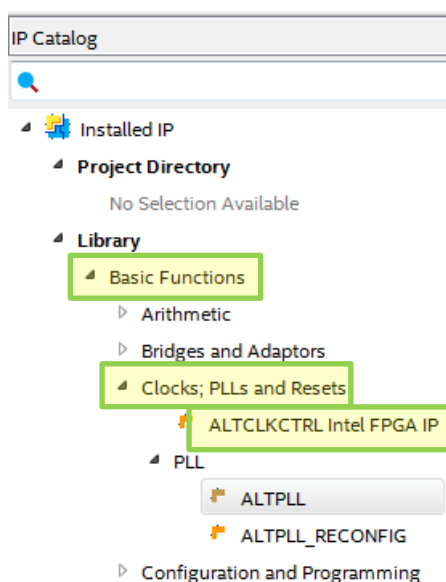

Рис. 26 Окно IP Catalog
- 6.10. В окне **IP Catalog** в разделе **Library=>Basic Functions=>Clocks; PLLs and Resets** выберите мегафункцию **ALTCLKCTRL\_Intel\_FPGA\_IP** (рис. 26) и нажмите кнопку «**+ADD**».